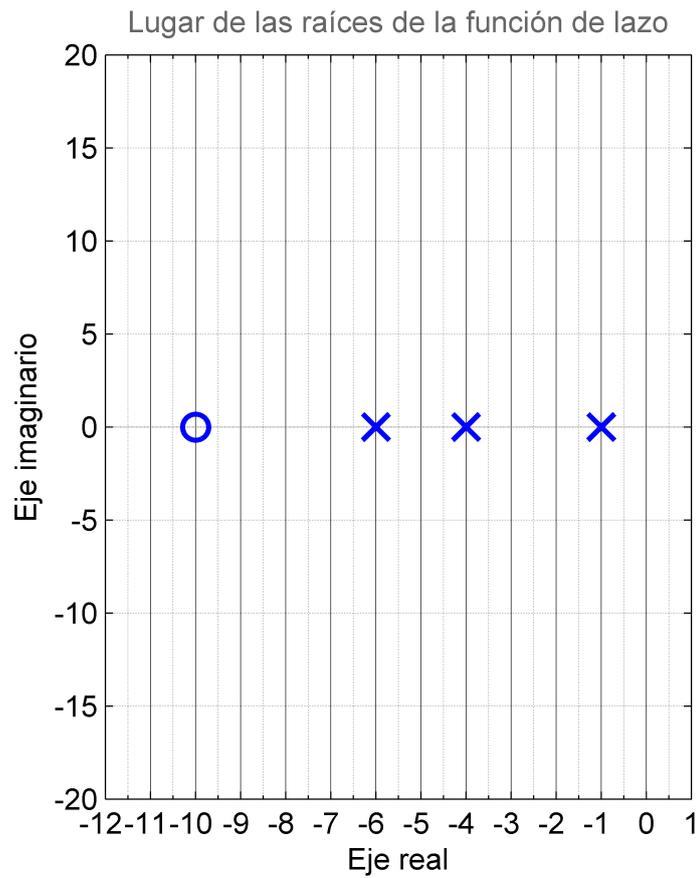

Figura 3: Plano de polos y ceros de  $G(s)$
3. La figura 3 muestra los polos y ceros de un sistema que se pretende controlar con un regulador proporcional. La ganancia *estática* del sistema a controlar es 1. Se puede asumir realimentación unitaria.